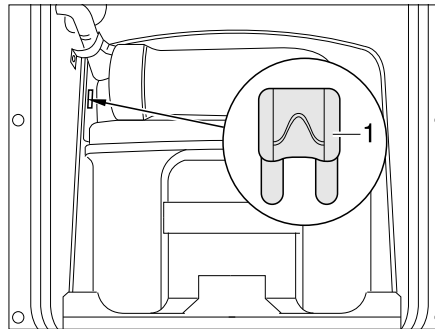
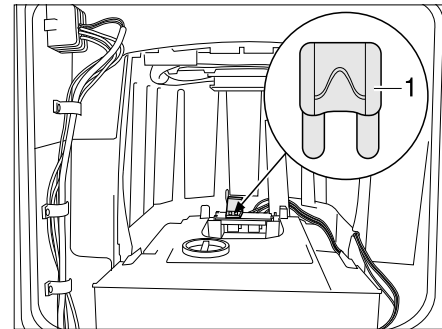

Bild 119 Sicherung der Thetford-Toilette
Bild 120 Sicherung der Thetford-Toilette (Alternative)
- Die Sicherung (Bild 119,1 bzw. Bild 120,1) wechseln.